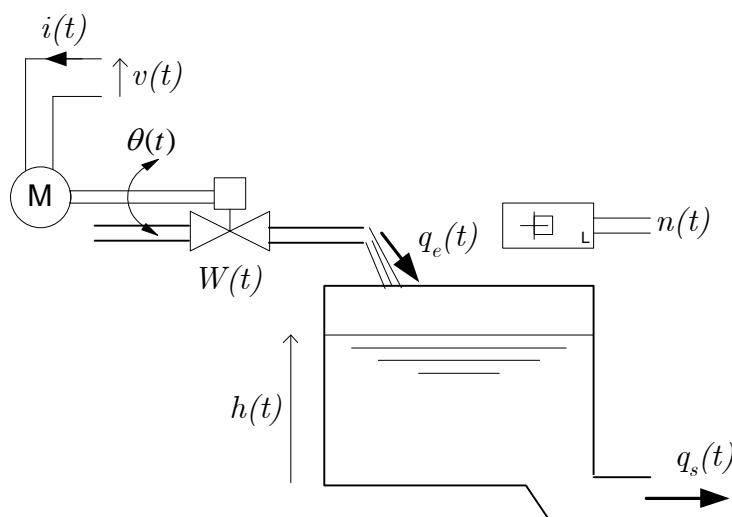

Figura 1: Representación esquemática del depósito
1. En el diagrama de la figura 1 se representa un depósito de abastecimiento de agua. El caudal de agua $[q_s(t)]$ demandado por los usuarios es desconocido. Para mantener el nivel de líquido del depósito $[h(t)]$ en un valor determinado, y mantener así constante la presión de salida, se compensa el consumo de agua con un caudal de entrada $[q_e(t)]$ adecuado (1).